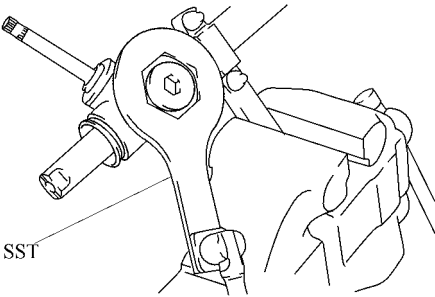

图 16-22 拆下齿条导套弹簧帽锁紧螺母
(6) 拆下齿条导套弹簧帽锁紧螺母。使用锁紧螺母扳手拆下齿条导套弹簧帽锁紧螺母，如图 16-22 所示。